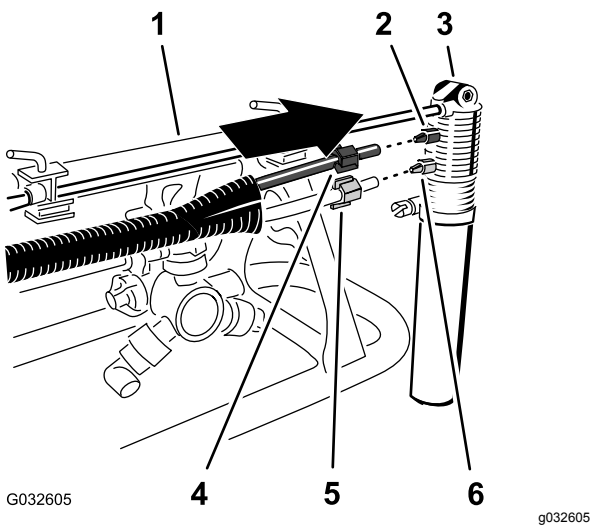

図 28
1. 青色チューブに青色圧縮ナットを取り付け、透明チューブに白色圧縮ナットを取り付ける (図 28)。
2. フォームマーカーのノズルの白色圧縮フィッティングに透明チューブの白色圧縮ナットを嵌め、ナットを手締めする 図 28。
3. フォームマーカーのノズルの青色圧縮フィッティングに青色チューブの青色圧縮ナットを嵌め、ナットを手締めする 図 28。